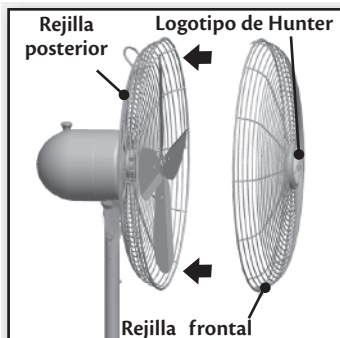

Figura 14
7. Coloque la rejilla frontal contra la rejilla posterior para que el logotipo de Hunter quede directamente hacia arriba y presione ambas hasta que las pestañas de las rejillas se acoplen. Figura 14.